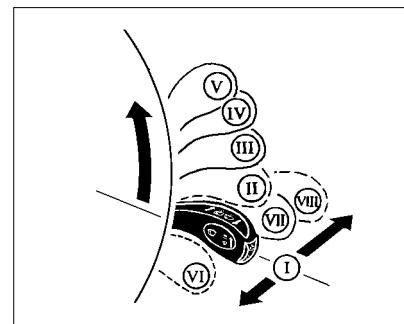

Рис. 34. Переключатель стеклоочистителей
**I** (рис. 34) – **нейтральное положение**. Очистители и омыватели стекол выключены.